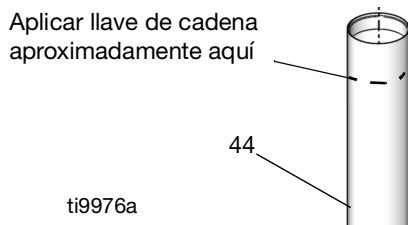
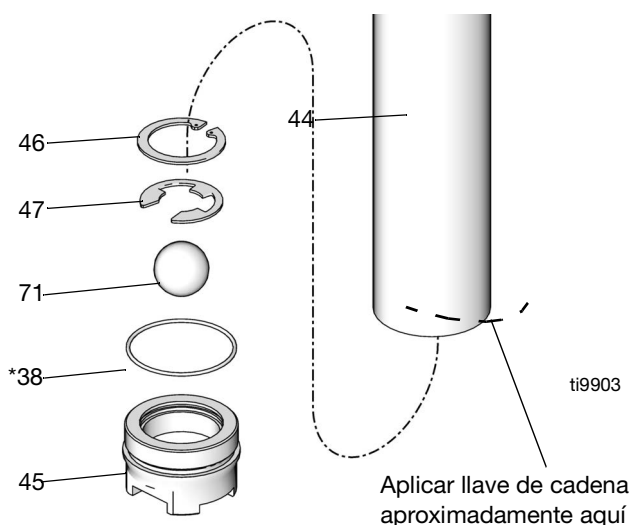

FIG. 16
FIG. 17
2. Utilice una llave de cadena cerca de la parte superior del tubo de aspiración, en el punto indicado en la FIG. 16, y una llave en la parte plana de la válvula de pie (45) para aflojar la válvula de pie del tubo de aspiración (44). Para no dañar el tubo de aspiración, no retire la válvula de pie hasta que se le indique hacerlo, en el paso 4.
Cuando retire el tubo de aspiración, tenga mucho cuidado de no doblarlo, mellarlo ni dañarlo. Para evitar daños, use la llave de cadena solo en las partes superior e inferior del tubo de aspiración, tal como se indica en las FIG. 16 y FIG. 17. No aplique la llave a la parte central del tubo de aspiración.
3. Con la válvula de pie aún colocada para soportar el tubo de aspiración, utilice una llave de cadena cerca de la parte inferior del tubo de aspiración, en el punto indicado en la FIG. 17 para aflojar el tubo de aspiración (44) del cuerpo de la bomba (34).
4. Retire el conjunto de la válvula de pie del tubo de aspiración (44).
5. Retire el anillo de retención (46), el anillo elástico (47), la bola (71) y la junta tórica (38*) de la válvula de pie (45). Inspeccione todas las piezas en busca de daños. Consulte la FIG. 17.